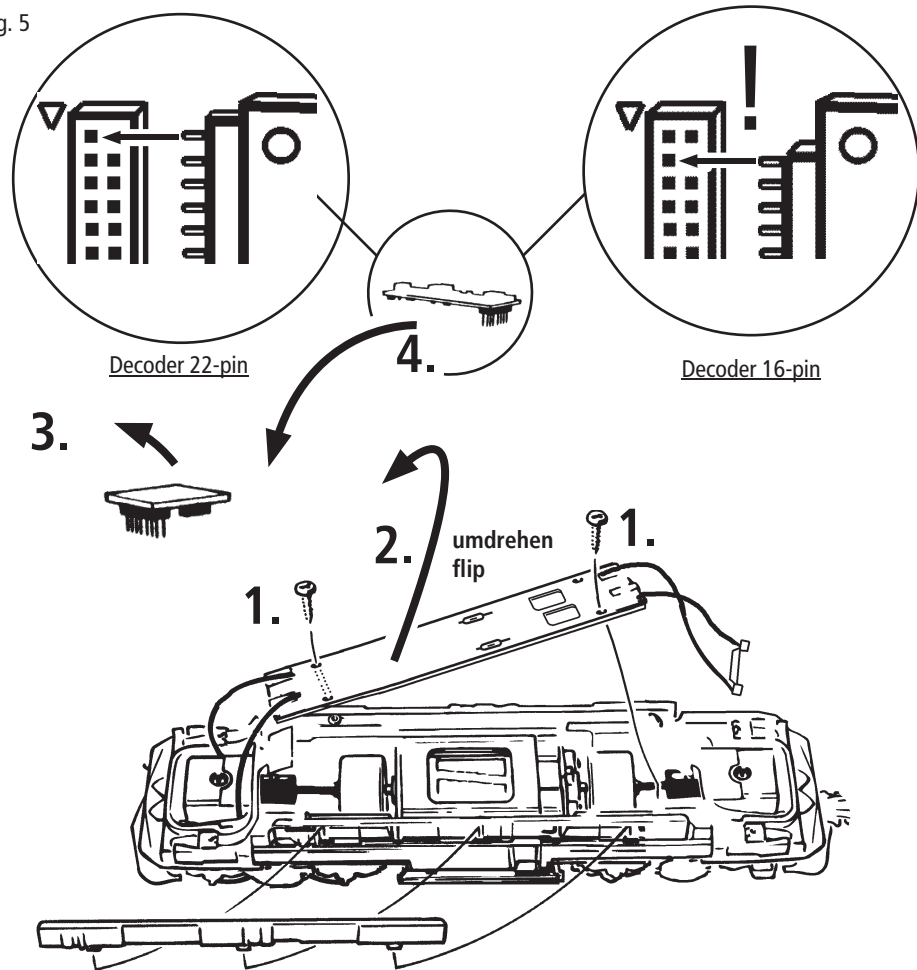
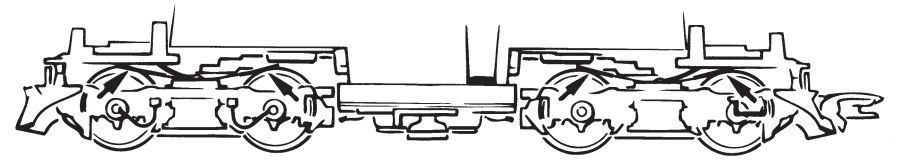
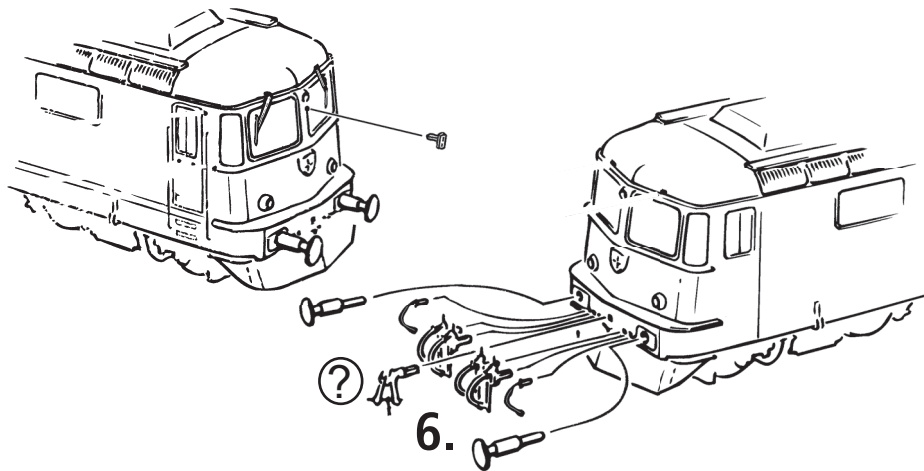

Fig. 6
Fig. 8
Fig. 3
2. Schmierung: Versehen Sie die im Schmierplan in Fig. 6 gekennzeichneten Stellen mit nur **kleinen Öltröpfen**. Dazu zuerst das Lokgehäuse abnehmen (Fig. 3). Wir empfehlen den **ROCO Öler Art.-Nr. 10906**. Fürs Schmieren der Getriebeteile (Zahnräder, Schnecke) empfehlen wir das **ROCO-Spezialfett Art.-Nr. 10905**. Im Falle der Schmierung diese Teile **nicht ölen**.
Mehrzugbetrieb: Zuerst Lokgehäuse abnehmen (Fig. 3). Danach den Brückenstecker aus der Schnittstelle entfernen (diesen sorgsam aufbewahren). Danach den Stecker des Steuerbausteins lagerichtig einsetzen (siehe Fig. 5).
4. Kohlebürstenwechsel: Lokgehäuse abnehmen (Fig. 3). Danach wird der Motor ausgebaut und die Kohlebürsten ausgewechselt (Fig. 8).
2. Lubrication: Apply **tiny oil drops** to spots marked in fig. 6. Prior to lubrication dismantle locomotive (fig. 3). We recommend using item no. **10906, Roco oiler**. For lubrication the gearparts (e.g. cogwheels, worm) we should recommend our Roco **special grease** (item no. **10905**).
4. Carbon Brush Changing: First remove loco body (fig. 3), and then the motor (fig. 8).
2. Graissage: N'appliquez **qu'une toute petite goutte** aux endroits indiqués par le plan de graissage (fig. 6) après avoir démonté la caisse de la locomotive (fig. 3). Nous vous recommandons **le graisseur à huile Roco réf. 10906**. Pour graisser les engrenages (roues dentées, vis sans fin) nous vous conseillons la **graisse spéciale Roco réf. 10905** pour engrenages en matières synthétiques. Lorsque vous utilisez cette graisse il faut éviter d'huiler ces composants.
4. Remplacement des balais du moteur: Dé- montez la caisse (voir fig. 3). Démontez ensuite le moteur et échangez le balais (fig. 8).